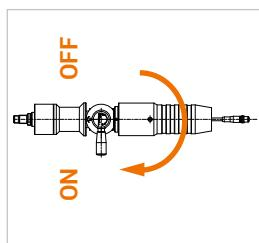

Figure 14
- ▶ Tournez le levier de commande (pos. 3) du nozzle de ravitaillement de 180° en position ON (Figure 14). **Si le levier de commande ne tourne pas facilement,** déconnectez à nouveau le réceptacle de service WEH® et remettez-le en place.